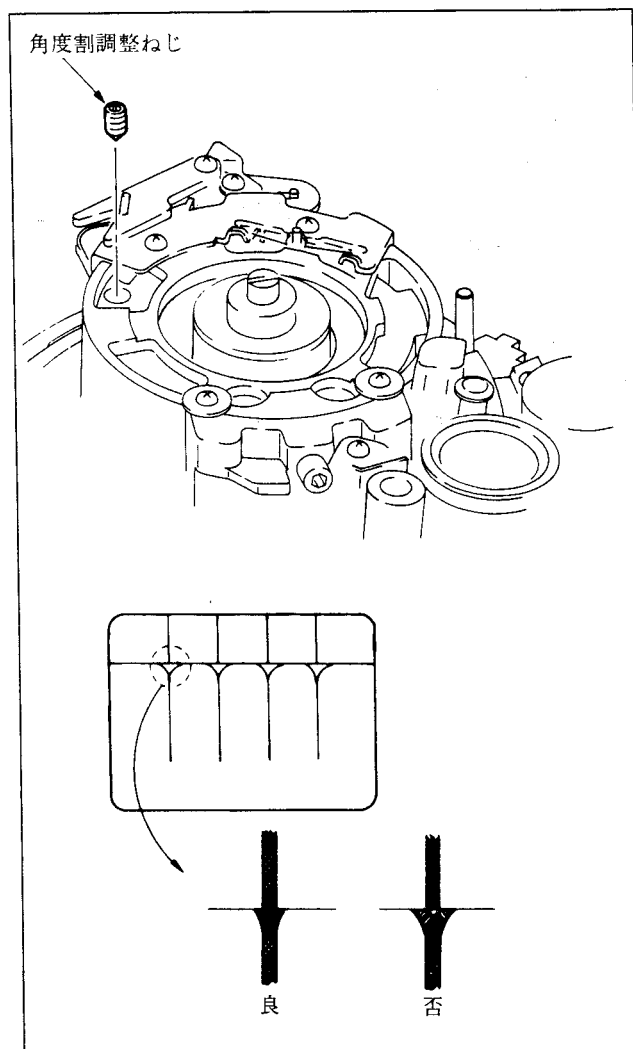

図3-3. ビデオヘッド角度割調整
- 1) 図3-3.に示すように、角度割調整ねじ(Jig Ref.No.J-10) 2本を、ビデオヘッドからのリード線が赤色側の調整ねじ穴に、調整ねじの上部がビデオヘッドディスクの上面と面一になる位までねじ込む。(ねじ込みが不足すると、ビデオヘッドディスクは調整ねじの頭が上ドラムにつきあたってしまい回転しない。逆にねじ込みが多いとヘッドベースを動かしてしまい、ビデオヘッドの角度割が大幅に狂ってしまう。)